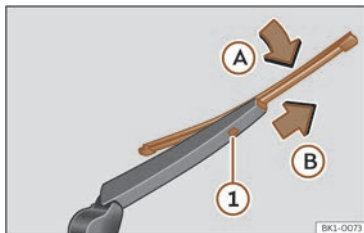

Fig. 174 Sostituzione della spazzola del lunotto posteriore.
- Ruotare leggermente la spazzola >>> **fig. 174** (freccia A).
- Tenere premuto il tasto di sblocco ① e tirare delicatamente la spazzola nella direzione indicata dalla freccia B.
- Inserire nel braccio tergilunotto una nuova spazzola **della stessa lunghezza e dello stesso tipo**, in direzione opposta a quella indicata dalla freccia B fino all'incastrò del tasto ①.